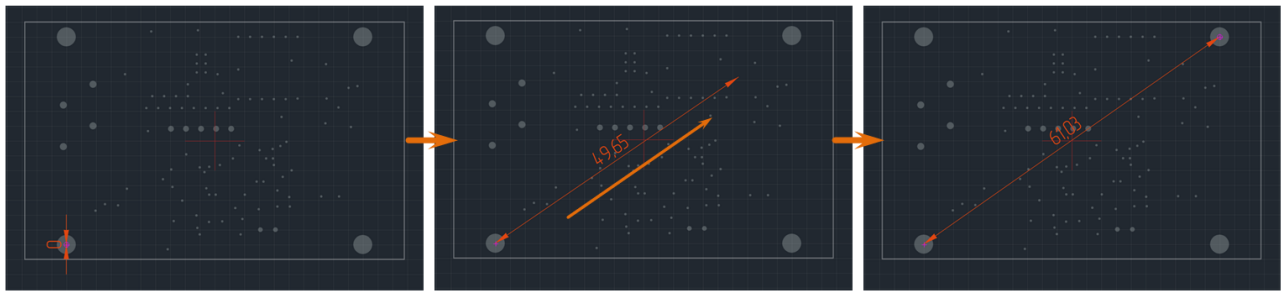

Рис. 252 Размещение диагональной размерной линии
4. Переместите курсор, определяя положение второй выносной линии, см. Рис. 252. Установите длину и направление выносных линий, перемещая курсор. Возможный вид размерной линии будет отображаться на экране.